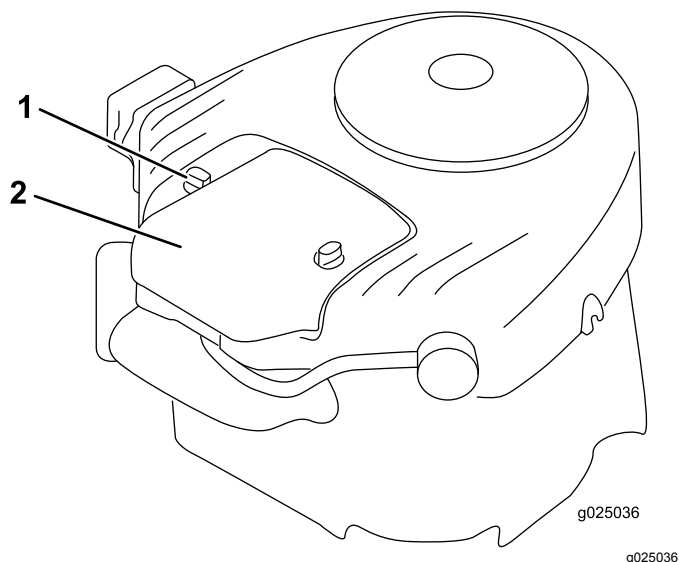

Figura 22
2. Svitare le manopole e togliete il coperchio del filtro dell'aria (Figura 22).
2. Montate il coperchio del filtro dell'aria e le manopole (Figura 22).